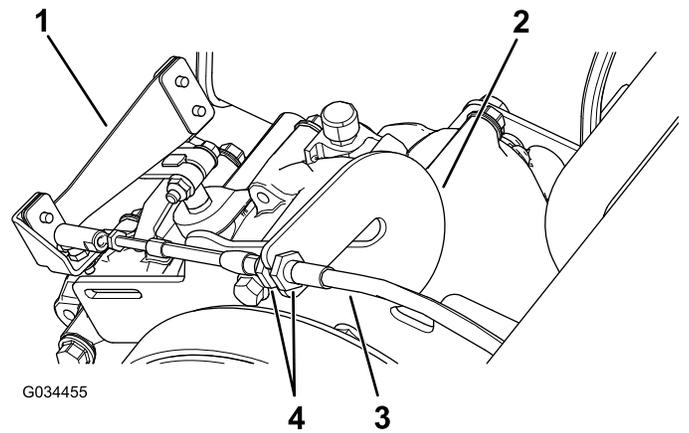

Figura 49
- Afloje las contratuercas del cable del cambio de marchas y ajústelas según sea necesario (Figura 49).
- Compruebe la posición del cambio de marchas girando el selector de marchas a las 3 posiciones diferentes y compruebe si la palanca de cambios (Figura 49) se desplaza correctamente al cambiar de marcha; consulte Ajuste de la posición de Punto muerto del cambio de marchas \(página 45\).